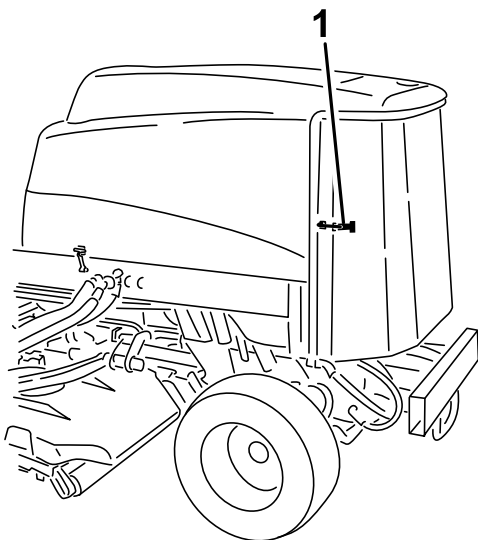

Figura 63
1. Destranque e abra o painel traseiro (Figura 63).